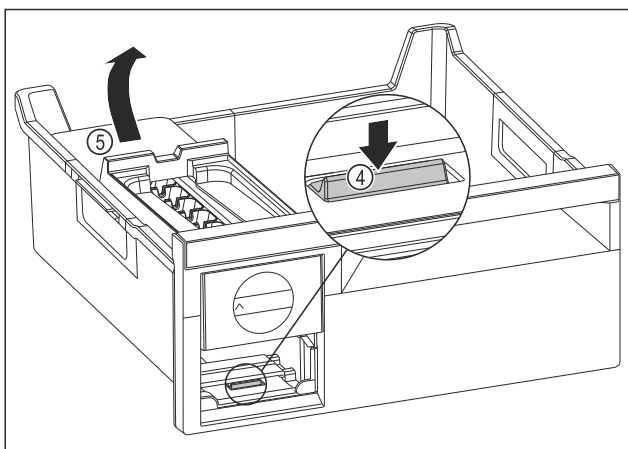

Fig. 82
- ▶ Extraer el cuerpo del EasyTwist-Ice: Presionar la lengüeta Fig. 82 (4) con los dedos hacia abajo subiendo al mismo tiempo por detrás con la otra mano el cuerpo del EasyTwist-Ice Fig. 82 (5).